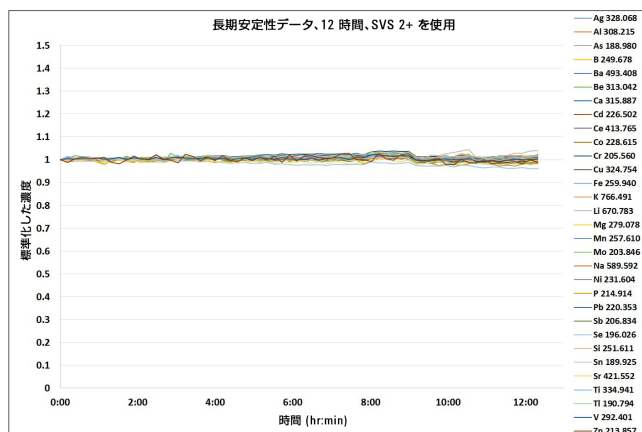

図 1. 12 時間の分析における長期的安定性
US EPA 200.7 メソッドの規定に従い、10 サンプルごとに機器性能チェック用サンプルを分析し、長期的な安定性を測定しました。5100 のプラグ&プレイ式の垂直トーチは、すべてのプラズマガスを制御するマスフローコントローラを備え、再現性の高いトーチ位置が確保されます。トーチ位置の再現性は、長期的な使用における機器安定性を左右します。その点を図 1 に示しています。この図を見ると、12 時間以上にわたって優れた長期的安定性が得られていることがわかります。ワークシート分析の期間中、すべての元素の回収率は  $\pm 10\%$  以内、%RSD は 1.3% 未満でした。長期的な安定性が優れていれば、コストのかかる品質管理 (QC) 上のエラーや再分析を最小限に抑えられます。